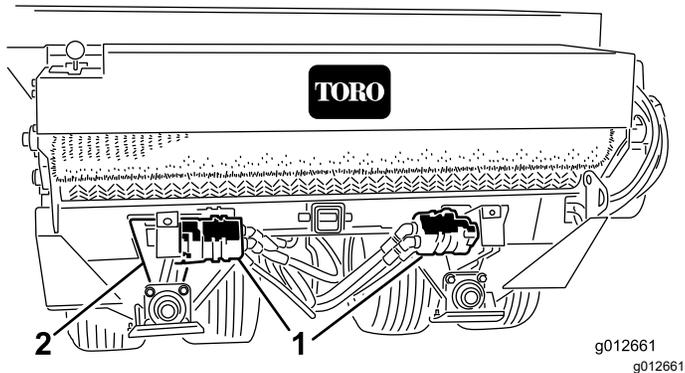

图 16
1. 卸下将液压马达/泵固定到轴托架的托架螺栓和螺母图 16。